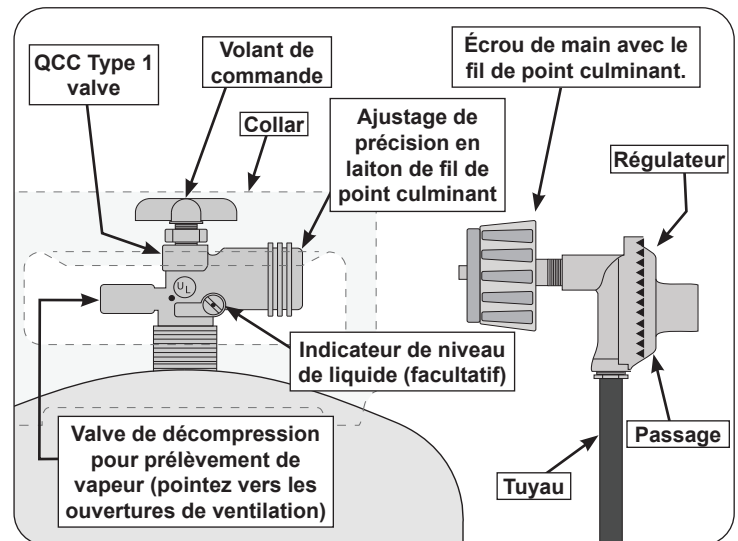

Fig. 8-1 Type coupleur de fil de point culminant d'I
- La bouteille utilisée doit comporter un collier pour protéger le robinet de la bouteille. Le système d'alimentation de la bouteille doit être conçu pour le retrait de la vapeur. Voir Fig. 8-1.
- Lorsqu'il est utilisé avec une bouteille, le système d'alimentation en gaz doit être utilisé avec un régulateur de pression. Le montage du régulateur de pression et le flexible (Fig. 8-1) fourni avec cet appareil au gaz en plein air (**modèles au propane seulement**) doit être utilisé. Les régulateurs de pression d'origine et de remplacement et les ensembles de tuyaux doivent être ceux spécifiés par le fabricant pour la connexion avec un dispositif de connexion de bouteille identifié comme Type I par l'ANSI Z 21.58/CGA 1.6 et doivent être conformes à UL 144 en tant que partie du gaz propane autonome système d'alimentation (voir la liste des pièces pour les informations de commande).
Pour déconnecter: tournez l'écrou à main dans le sens antihoraire jusqu'à ce qu'il soit détaché (Fig. 8-1)